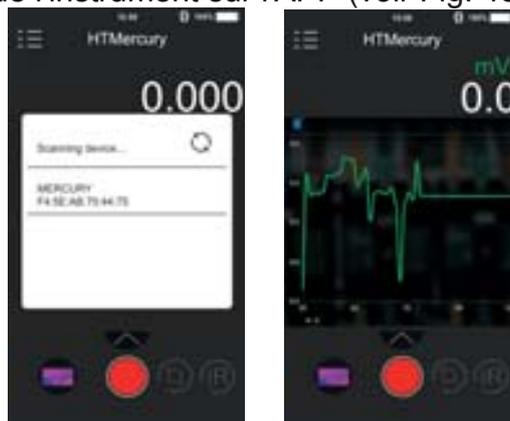
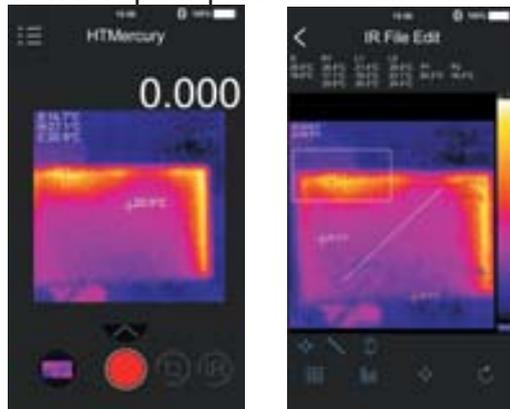

Fig. 48: Communication avec APP HTMercury
Fig. 49: Applications de l'APP HTMercury
4. Effectuer la recherche de l'instrument sur l'APP (voir Fig. 48 – partie gauche)
5. L'affichage en temps réel du signal entrant de l'instrument est présent sur le dispositif mobile (voir Fig. 48 – partie droite) et il est possible de sauvegarder des captures d'écran et d'activer/sauvegarder des enregistrements dans les menus internes de l'APP. Il est également possible de sauvegarder des captures d'écran d'images thermographiques et d'insérer dessus des objets pour une analyse avancée (voir Fig. 49). Voir l'aide en ligne de l'APP pour plus de détails